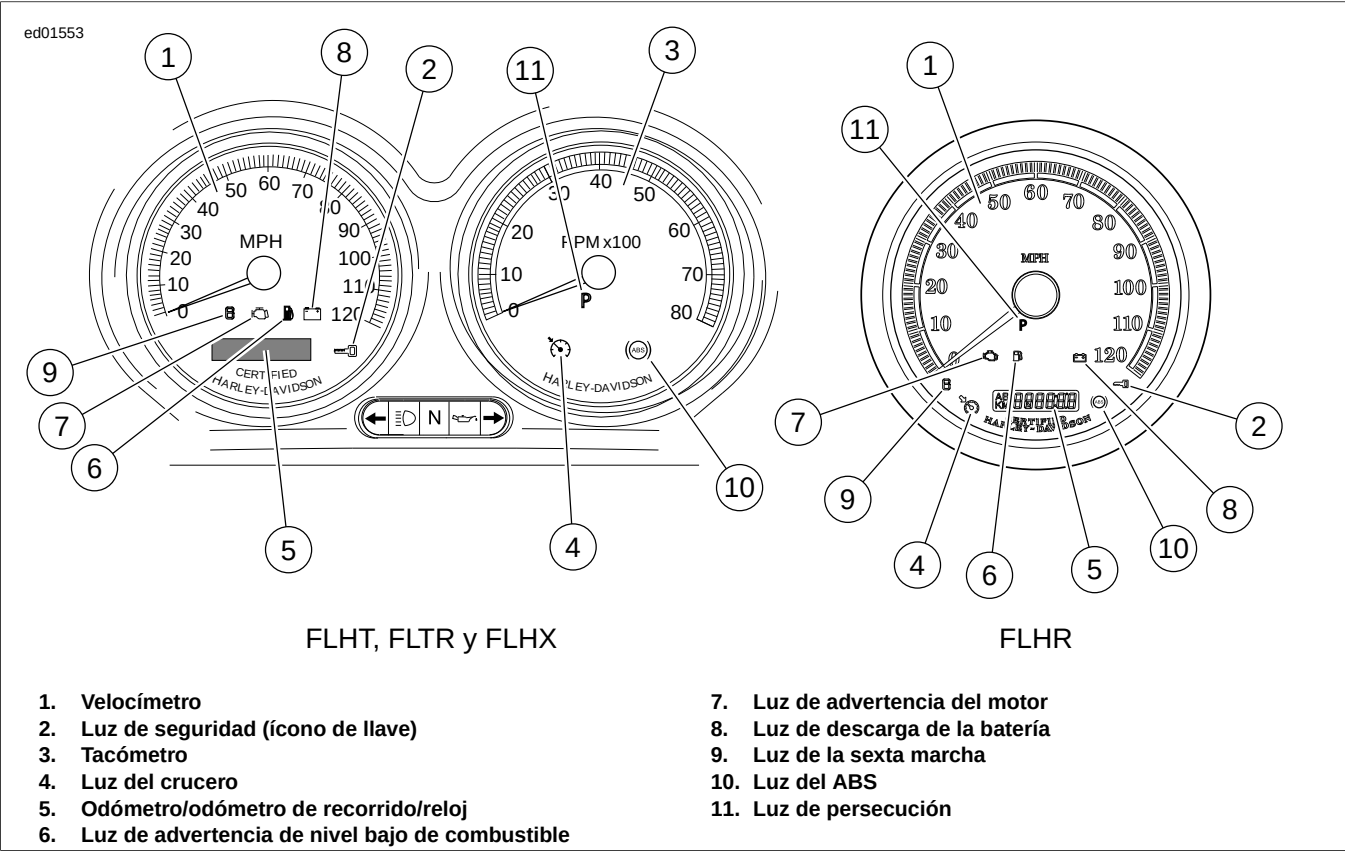
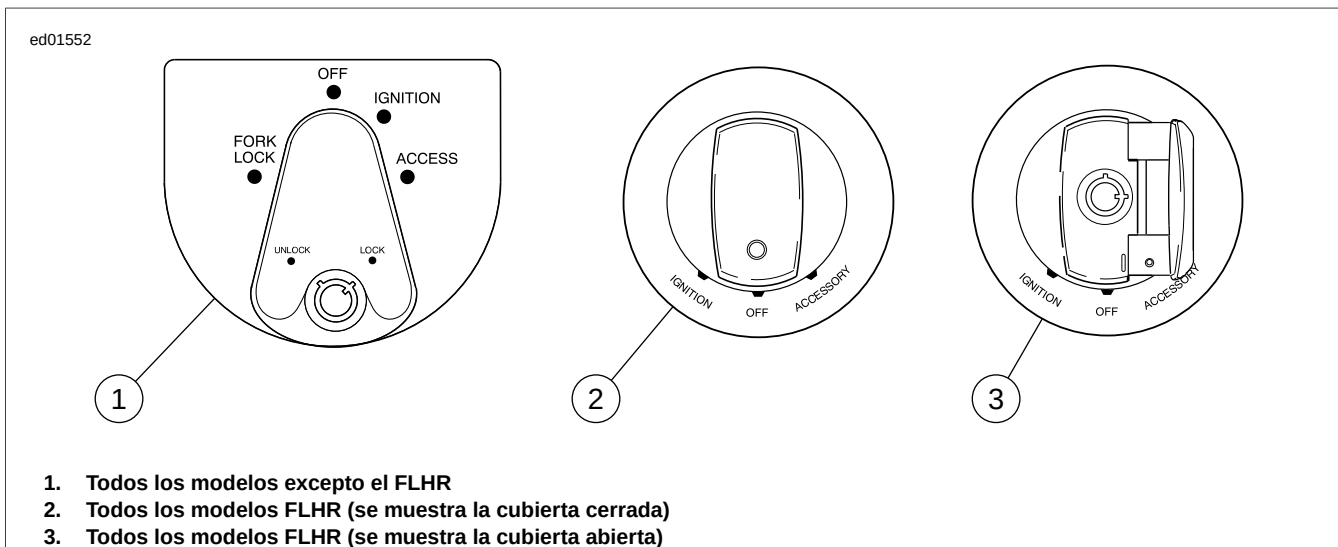

Figura 6-6. Instrumentos
Figura 6-7. Interruptor de encendido: Modelos Touring
- Para comprobar rápidamente el funcionamiento del velocímetro, puede efectuarse una prueba "WOW". Vea los instrumentos e interruptores de encendido específicos de los modelos, en Figura 6-6 y Figura 6-7, respectivamente.